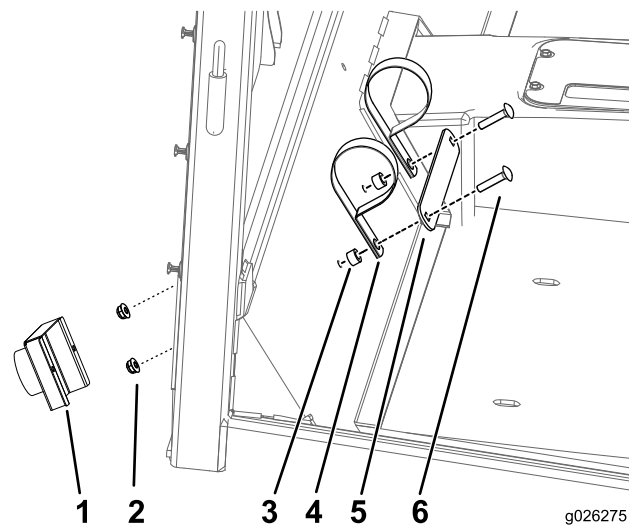

図 31
1. 図 31に示すようにマニュアル保管チューブを取り付ける。